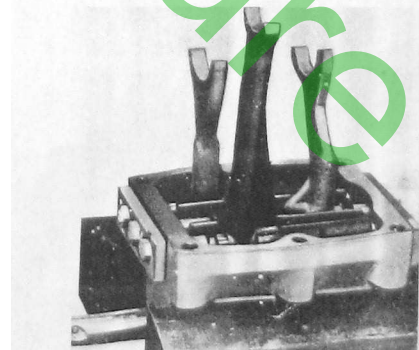

Fig. 79
4. Nach der Einstellung Kontermutter festziehen und Gewindestifte absägen. (Fig. 79 zeigt die Anordnung der Schaltgabeln, rechts 1. und 2. Gang; links: 3. und 4. Gang; Mitte: Rückwärtsgang.)
4. After the adjustment tighten counter nut and saw off grub screws. (Fig. 79 shows the arrangement of the shifter forks: On the right: 1st and 2nd gear On the left: 3rd and 4th gear Centre: Reverse gear)